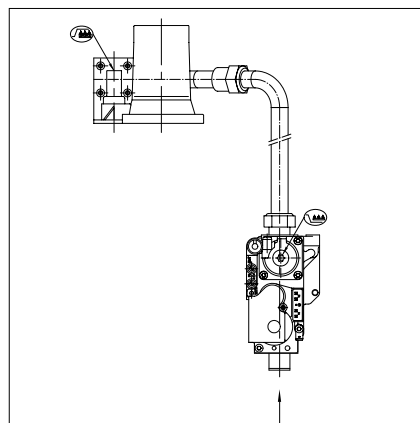

Bild 16 Einstellpunkte
- Die Einstellschraube Volllast (*siehe Bild 16*) im Uhrzeigersinn verstellen: ca. 3½ Umdrehungen (1 Umdrehung = 360°)
- Falls erforderlich mit der Einstellschraube Volllast, *siehe Bild 16*. nachstellen, so dass die in nachstehender Tabelle aufgeführten Werte erreicht werden.
- Nötigenfalls mit der Einstellschraube Teillast nachstellen, *siehe Bild 16*.